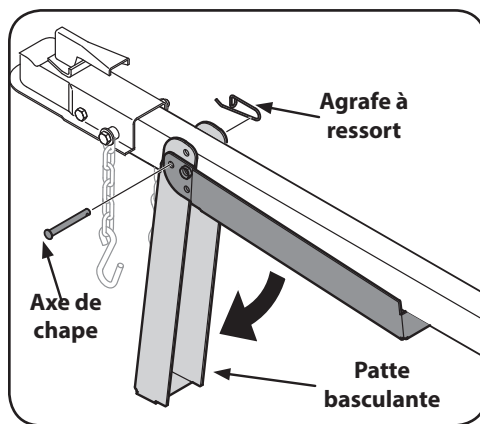

Figure 3-1
7. Retirez l'agrafe à ressort et l'axe de chape de la patte basculante sur le timon. Faites pivoter la patte basculante vers le sol à la position de fonctionnement. Voir Figure 3-1.
8. Fixez la patte basculante en position à l'aide de l'axe de chape et de l'agrafe à ressort. Voir Figure 3-1.